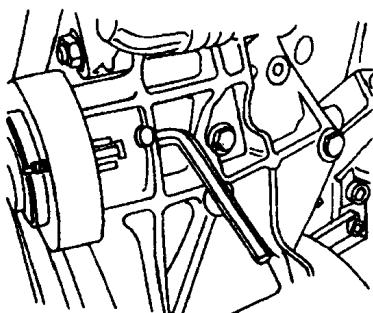
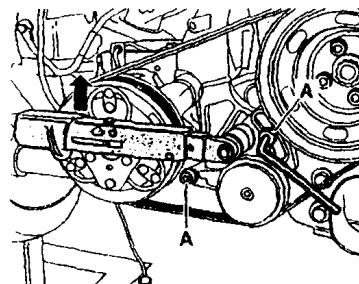

图 1-13
图 1-21
(13) 拆下粘液型风扇带轮，如图 1-13 所示。
③放松多楔带，沿图 1-13 箭头所示方向转动张紧装置)，拆下多楔带，放开张紧装置。
(2) 安装：在安装多楔带时，应注意皮带轮的正确的位置。
①在皮带轮上套装动力转向泵、发电机和粘液型风扇多楔带。
②在皮带轮上套装水泵和动力转向泵皮带。
③用 25N·m 的拧紧力矩拧紧皮带轮。
④将多楔带套装在粘液型风扇上，并用 45N·m 的拧紧力矩固定粘液型风扇。
⑤套装空调压缩机多楔带。
⑥如图 1-21 所示，将扭力扳手装在张紧轮紧固螺栓上，以 25N·m 力矩张紧。同时，以 20N·m 的力矩拧紧螺栓 A。